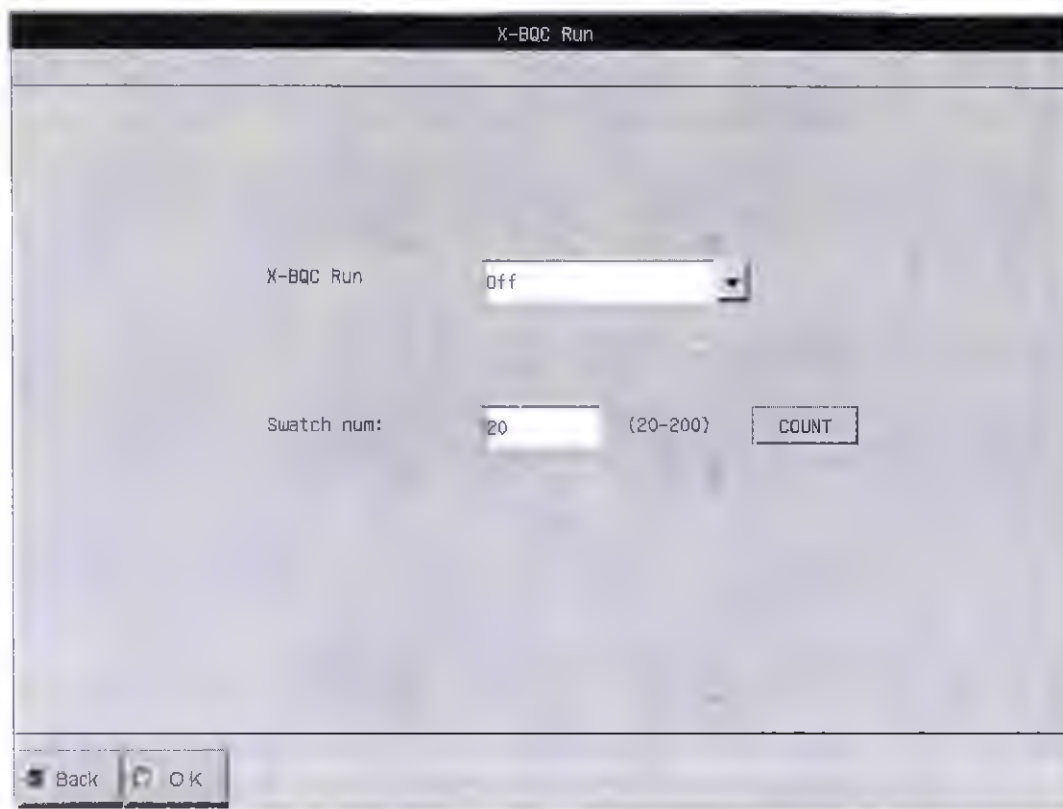

Рисунок 6-15 Запуск КК X-B
В окне КК X-B нажмите “Run”, появится окно запуска КК как показано на рис. 6-15. Кнопка “Sample num” служит для выбора количества образцов в каждой группе. Например, если “X-BQC Run” включено (ON) и “Sample num” равно 20, КК X-B будет выполняться для 20 образцов.